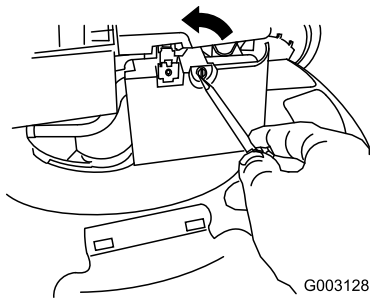

Figura 28
- Utilice un destornillador para abrir la tapa del filtro de aire (Figura 28).